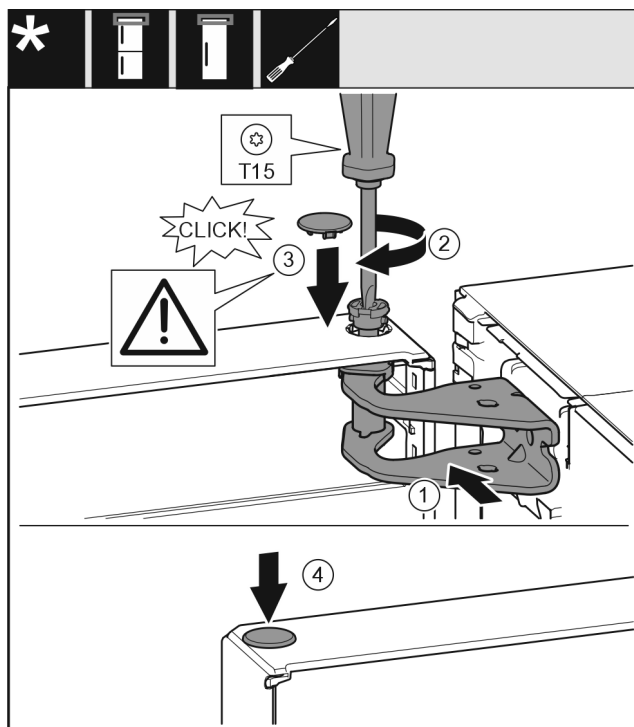

Fig. 20
- ▶ Justér døren foroven i forhold til åbningen i hængselbukken. Fig. 20 (1)
- ▶ Sæt bolten i, og skru den fast med skruetrækker T15. Fig. 20 (2)
- ▶ Montér sikringsafdækningen for at beskytte døren: Anbring sikringsafdækningen, og kontrollér, om det hviler på døren. Hvis dette ikke er tilfældet, skal bolten sættes helt i. Fig. 20 (3)
- ▶ Sæt propperne i. Fig. 20 (4)